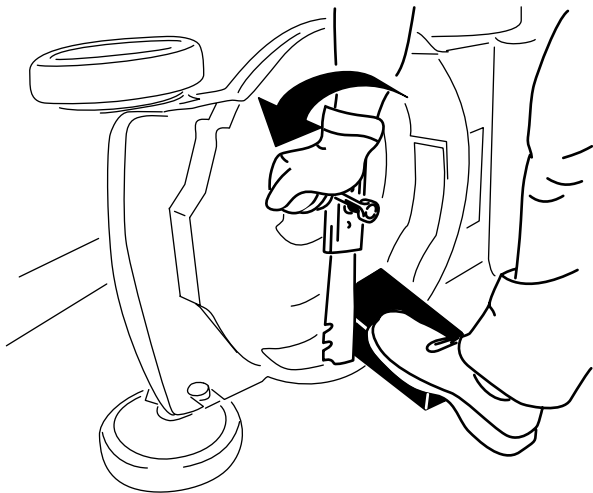

Figura 33
3. Utilice un bloque de madera para inmovilizar la cuchilla (Figura 33).
4. Retire la cuchilla, conservando todos los herrajes de montaje (Figura 33).